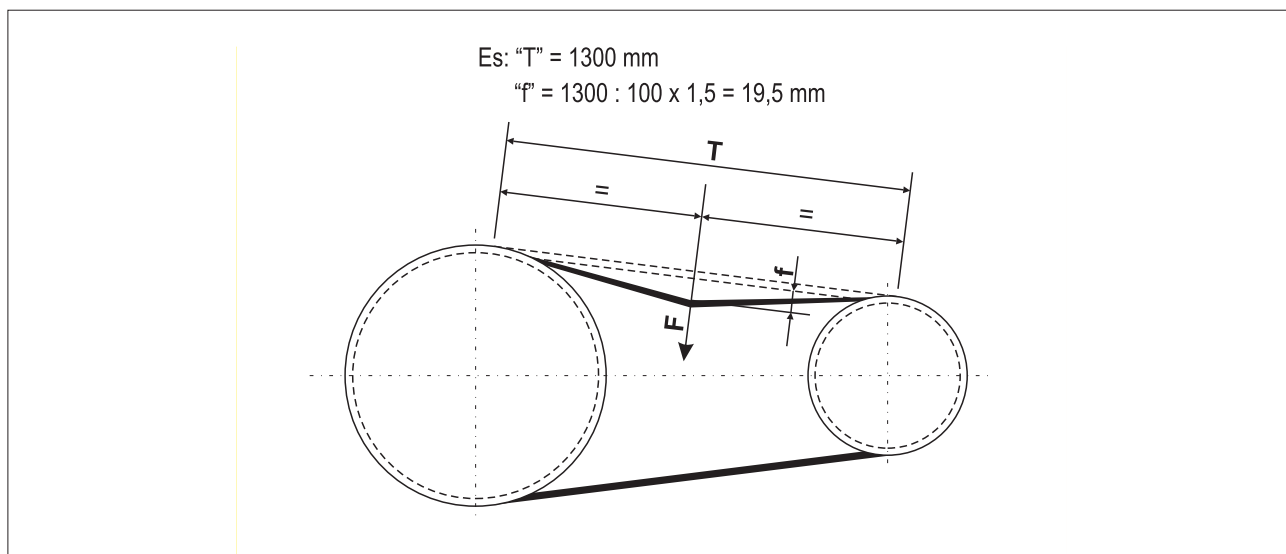

FIG. 22 (Tensione cinghie)
5.6.4- Montaggio delle cinghie (FIG. 22 e TAB. 12)
Inserire le cinghie nelle apposite pulegge e controllare la tensione delle cinghie come segue (FIG. 22):